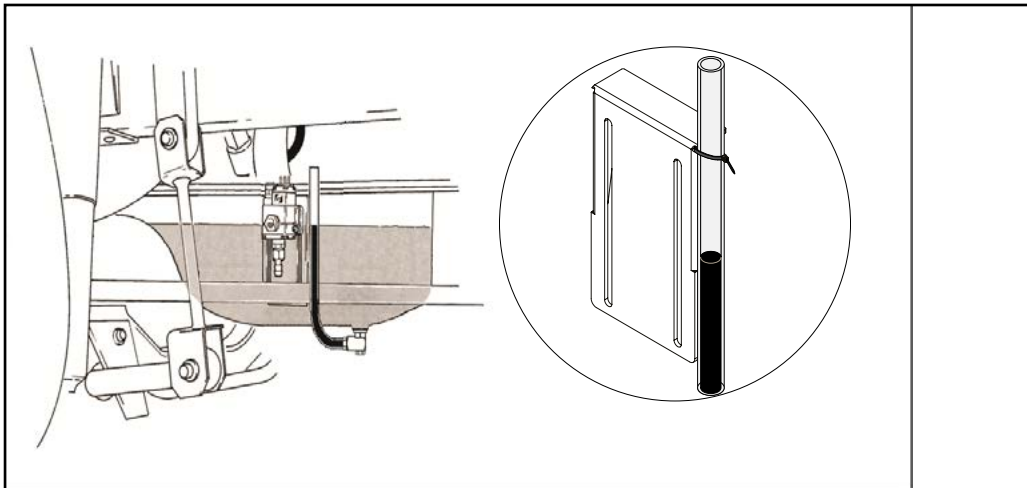

Abbildung 4.4 Bestimmen des Ölstands
10. Befestigen Sie das andere Ende des transparenten Schlauchs mit einem Kabelbinder an der Seite der Sensorhalterung (Abbildung 4.4). Achten Sie darauf, dass sich das andere Ende dieses Schlauchs über dem imaginären Füllstand im Kurbelgehäuse befindet.
12. Machen Sie jetzt mit der Installation des Oilmasters weiter und lassen Sie eine ausreichende Zeit verstreichen (mindestens 1 Stunde), sodass der letztendliche Ölstand im transparenten Schlauch sich an das Niveau des Ölstands im Kurbelgehäuse angepasst hat (Abbildung 4.4).